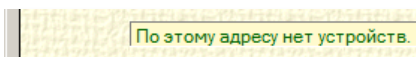

Рисунок 14. Индикация отсутствия устройства по выбранному адресу
- 3) в панели настройки нажмите кнопку **Сменить адрес на заданный ниже** — генератор-излучатель сменит свой адрес на заданный и перейдёт в состояние **Генерация шума**. В панели настройки под строкой *Выберите адрес настраиваемого ТСЗИ =>* появится надпись **По этому адресу нет устройств** (см. **Рисунок 14**).